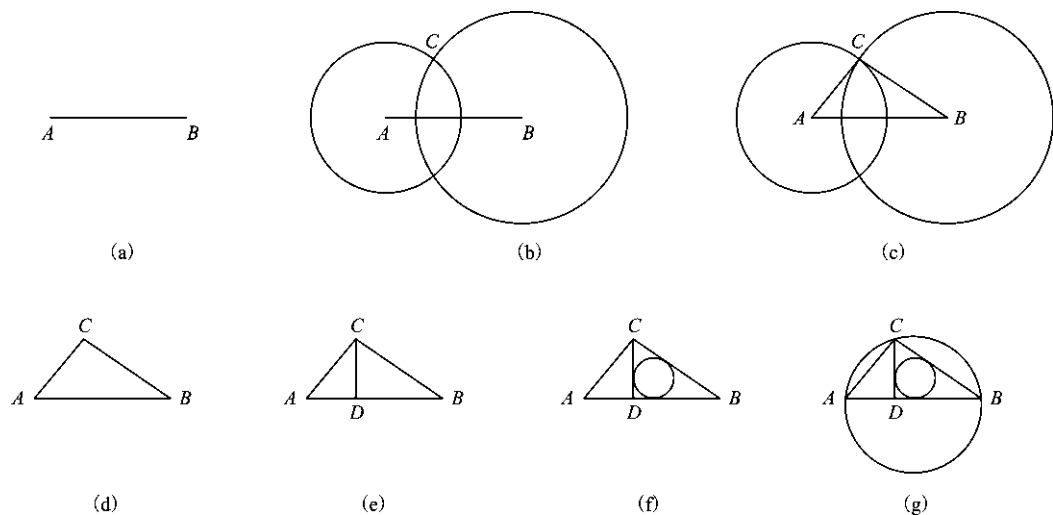

图 1-33 圆实例分步操作
- ① 绘制直线 AB , 如图 1-33(a) 所示。
- ② 以 A 为圆心, 以 AC 长 50 mm 为半径画圆。以 B 为圆心, 以 BC 长 70 mm 为半径画圆。两圆交于 C 点, 如图 1-33(b) 所示。
- ③ 连接 AC 、 BC , 如图 1-33(c) 所示。
- ④ 删除两个辅助圆, 结果如图 1-33(d) 所示。
- ⑤ 作 AB 边的高 CD , 如图 1-33(e) 所示。
- ⑥ 利用“相切、相切、相切”画圆方式绘制三角形 DBC 的内切圆, 如图 1-33(f) 所示。
- ⑦ 利用“三点”画圆方式绘制三角形 ABC 的外接圆, 如图 1-33(g) 所示。